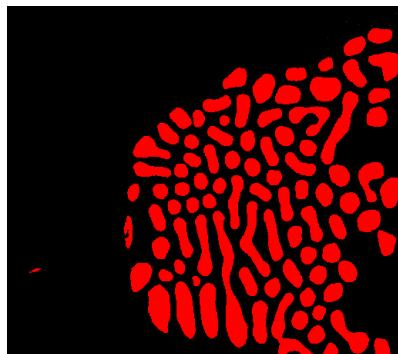

図 3-4 モフォロジー関数で粒子を変更する
7. **縁にあるオブジェクトを削除**を選択して、画像の縁に接触しているオブジェクトを削除します。2値化を画像に適用した後、画像がどのように表示されるかを確認するには、図 3-4 を参照してください。